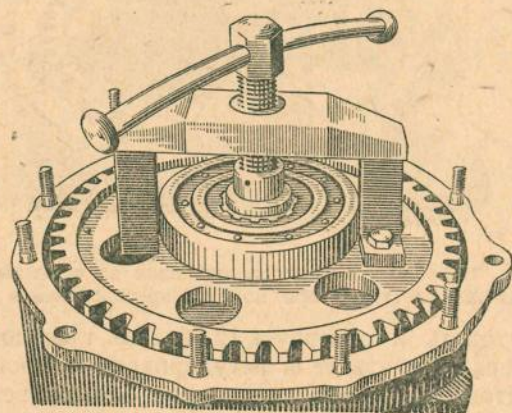

Рис. 121. Снятие ведомой шестерни при помощи приспособления
11. Спрессовать ведомую шестерню при помощи съемника со шлиц подвижной солнечной шестерни (рис. 121).